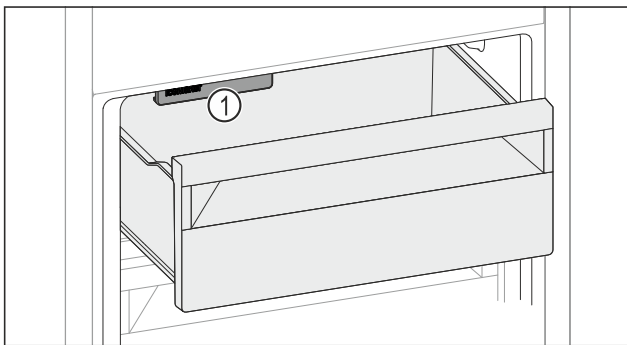

Fig. 167
- Tenez compte de l'IceMaker Fig. 167 (1).